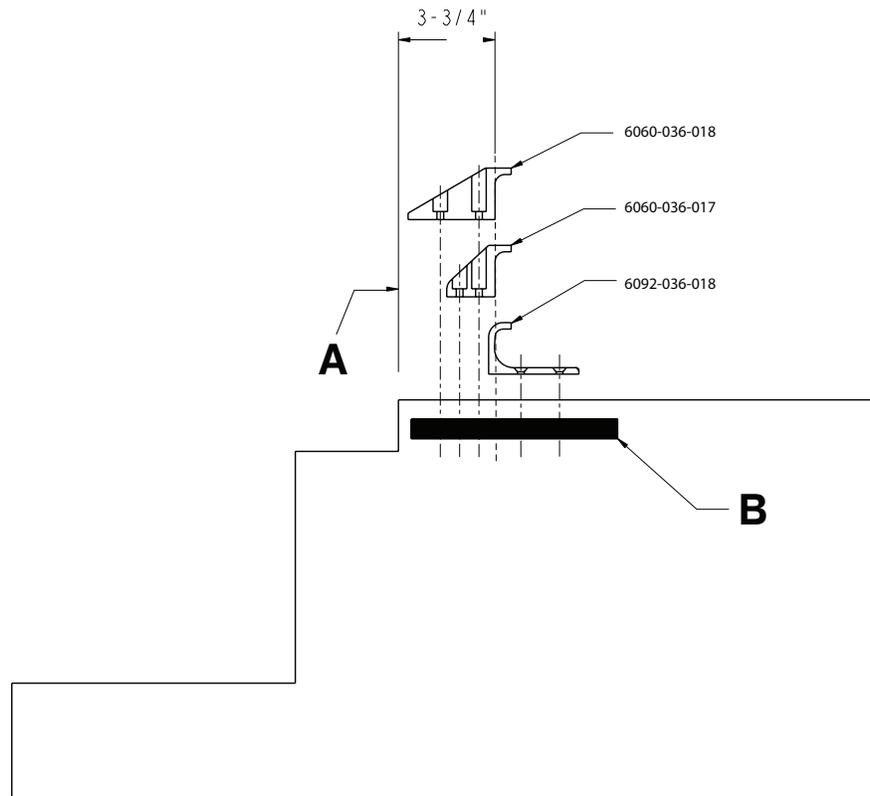

Abbildung 6 – Anbringen des Fahrzeugsicherheitshakens
2. Den Fahrzeugsicherheitshaken mindestens 3-3/4 Zoll (9,5 cm) vom vorderen Rand der Türschwelle (A) entfernt positionieren) (Abbildung 6). Der empfohlene Abstand von der vorderen Fläche des Sicherheitshakens beträgt mindestens 3-3/4 Zoll (9,5 cm).